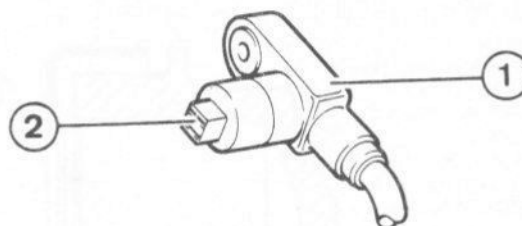

Fig. 13.105 Capteur de roue du système ABR (1) - la face avant (2) doit être parfaitement propre avant l'assemblage (Sec 18)
22 La repose se fait dans l'ordre inverse de la dépose, en contrôlant que la face avant du capteur (2) Fig. 13.105 est parfaitement propre et que les fils sont acheminés correctement. Serrer le boulon de maintien du capteur au couple spécifié.